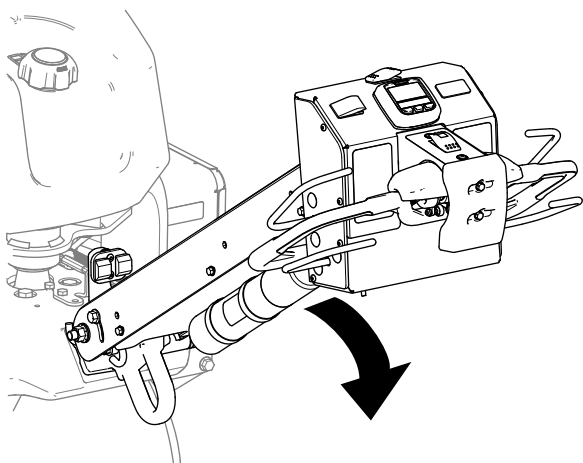

Figura 30
2. Abbassate la maniglia (Figura 30).